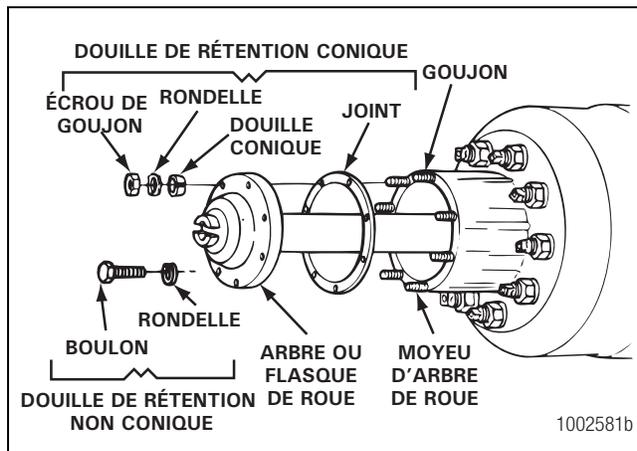

Figure 11.9
8. Retirer les écrous de goujon ou les vis de fixations et rondelles du flasque de l'arbre de roue. Figure 11.9.
9. Desserrer les douilles coniques, le cas échéant, sur le flasque de l'arbre de roue. Se reporter à la Section 3 pour les outils et procédures de dépose recommandés. Figure 11.9.
10. Retirer les douilles coniques, les arbres de roue et les joints, le cas échéant. Figure 11.9.
6. Installer au même emplacement le joint, le cas échéant, et l'arbre de roue dans le carter de pont et dans la tête de pont. Le joint et le flasque de l'arbre de roue doivent se loger bien à plat contre le moyeu d'arbre de roue. Faire tourner l'arbre de roue ou l'arbre de transmission de façon à aligner les cannelures et les trous dans le flasque par rapport aux goujons du moyeu. Figure 11.9.